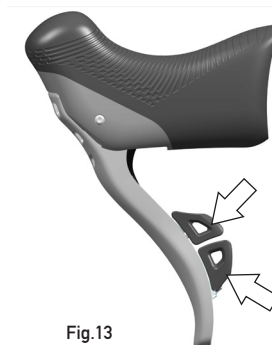

Fig.13
- Facendo pressione sulla leva inferiore, il deragliatore scende (Fig.13).
- Facendo pressione sulla leva superiore, il deragliatore sale (Fig.13).